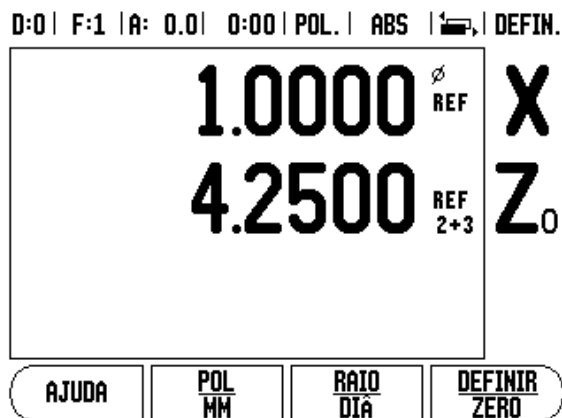

Fig. II.4 Activar Associação Z
- ▶ Prima as teclas numéricas associadas à entrada do codificador localizada na parte posterior da unidade. Prima as teclas de função + ou - para associar uma segunda entrada à primeira. Os números de entrada são visualizados junto da etiqueta do eixo, indicando que se trata de uma posição associada (ou seja, "2 + 3"). Ver Fig. II.4.
Para associar Z₀ e o eixo Z e ter o resultado apresentado no visor Z₀, mantenha premida a tecla Z₀ aproximadamente 2 segundos. A soma das posições Z será apresentada no visor Z₀ e o visor Z ficará em branco. Ver Fig. II.4.